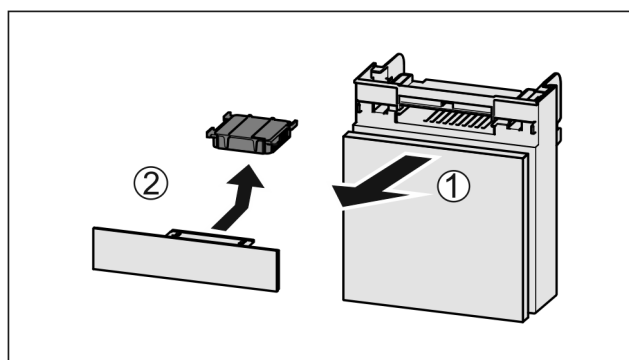

Fig. 226
- ▶ Ištraukite *Fig. 226 (1)* stalčių į priekį.
- ▶ Išimkite *Fig. 226 (2)* aktyviosios anglies filtrą.